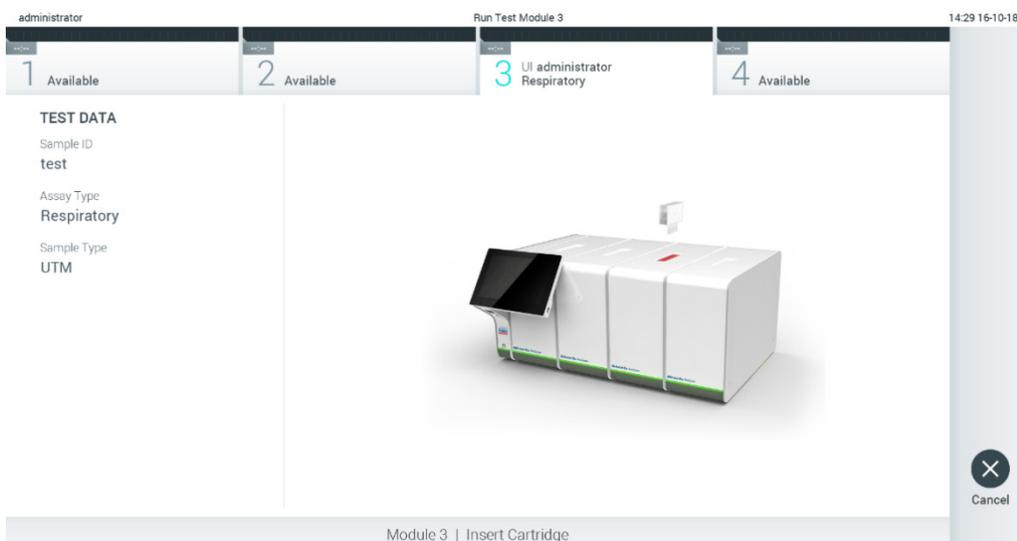

Abbildung 27. Einsetzen der QIAstat-Dx Assay-Kartusche in den QIAstat-Dx Analyzer 1.0.
7. Stellen Sie sicher, dass die Probendeckel der Tupferöffnung und der Hauptöffnung der QIAstat-Dx Assay-Kartusche beide fest verschlossen sind. Sobald sich die Kartuschenöffnung an der Oberseite des QIAstat-Dx Analyzer 1.0 automatisch öffnet, setzen Sie die QIAstat-Dx Assay-Kartusche mit dem Barcode nach links und den Reaktionskammern nach unten ein (Abbildung 27).